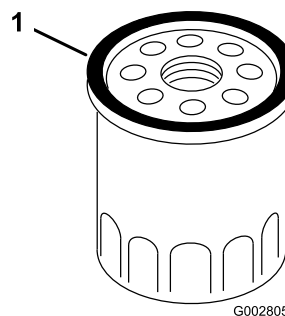

Figure 23
7. Avec les doigts, appliquez de l'huile sur le joint du nouveau filtre (Figure 23).